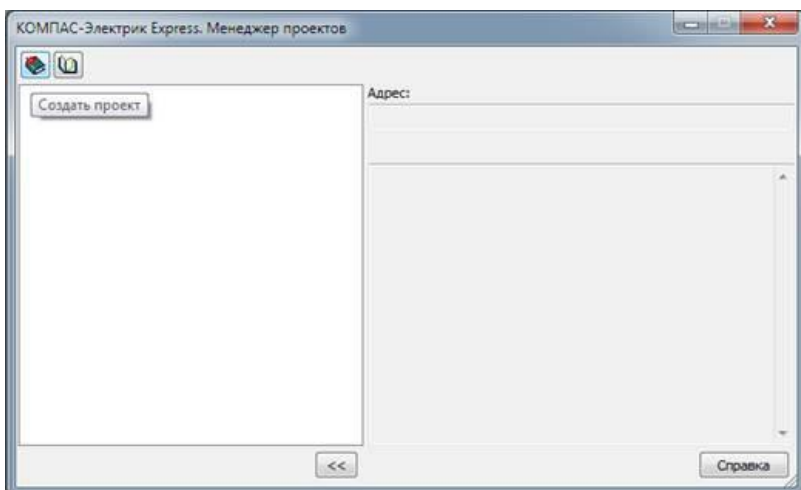

Рисунок 4.3
4.1. Выполнить **Библиотеки** ® **КОМПАС-ЭЛЕКТРИК Express** ® **Менеджер проектов**. В появившемся окне «КОМПАС-ЭЛЕКТРИК Express. Менеджер проектов» нажать кнопку «Создать проект» (рисунок 4.3).